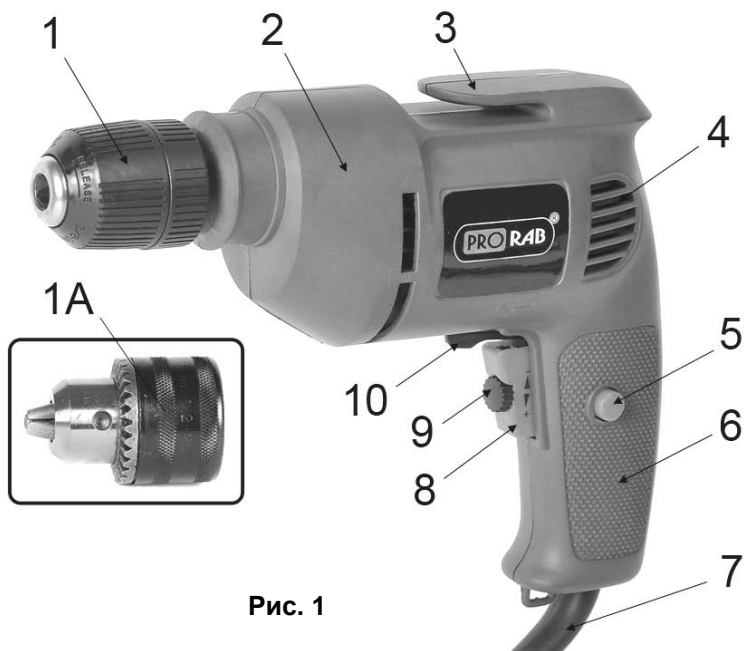

Рис. 1
- Выньте вилку сетевого шнура (7)(См. Рис.1) из розетки.
- Придерживая тыльную часть патрона (1)(См. Рис.1), вращайте его переднюю часть, пока не раскроются кулачки зажимного патрона,
- Вставьте требуемое сверло в зажимные кулачки патрона (1)(См. Рис.1).
- Вставьте специальный ключ для патрона хвостовиком в одно из трех отверстий на корпусе патрона (1А)(См. Рис.1). Проверните ключ на пару оборотов против часовой стрелки, чтобы раскрыть зажимные кулачки патрона.
- Вращайте втулку патрона (1А)(См. Рис.1), пока не раскроются кулачки. Вставьте требуемое сверло в кулачки патрона.
- Чтобы включить дрель, нажмите на пусковую клавишу (8)(См. Рис.1). Чем сильнее давить на клавишу, тем больше будет скорость вращения двигателя.
- Пользуясь колесом регулятора (9)(См. Рис.1), встроенным в кнопку пускового выключателя, можно установить любую требуемую скорость. Это можно делать только после полной остановки электродвигателя!
- Вы можете установить направление вращения патрона с помощью переключателя реверса (10)(См. Рис.1). Когда реверс (10)(См. Рис.1) находится в положении «вперед», то сверло вращается по часовой стрелке.
- Кнопка фиксации пуска (5)(С. Рис.1) позволяет поддерживать максимальную скорость вращения патрона без необходимости постоянного нажатия на пусковой выключатель (8)(См. Рис.1).
- При нажатой пусковой клавише (8) нажмите кнопку фиксации (5)(См. Рис.1).
- Чтобы снять блокировку, достаточно еще раз нажать на пусковой выключатель (8)(См. Рис.1).
- Чтобы снять быстрозажимной патрон (1)(См. Рис.1), раскройте его кулачки, удерживайте его крепко одной рукой, а другой рукой, с помощью отвертки, проверните фиксирующий винт в патроне примерно на один оборот по часовой стрелке.
- Чтобы удалить патрон (1A)(См. Рис.1), раскройте кулачки патрона с помощью ключа.